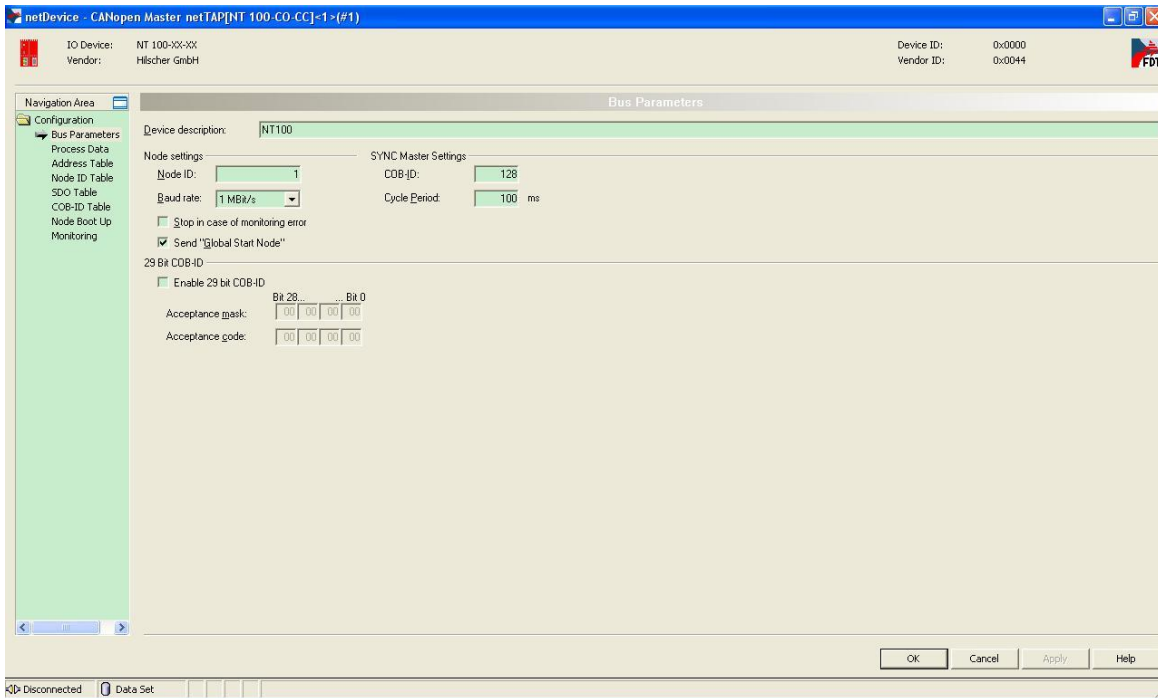

图 17
(17) 右击 NT100 图标，选择 Configuration 菜单中的 CANopen Master 选项，在弹出的对话框中，首先设置 NT100 的 CANopen Node ID 以及通讯波特率，如图 17 所示。